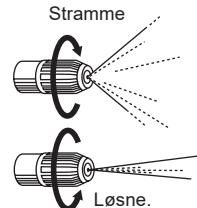

Figur 14
1. Drej cylsle til "lock" side og bruge maskinen som en hovedtype. Se figur 14.